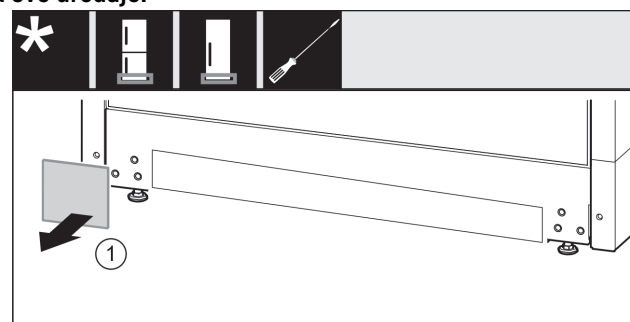

Fig. 42
- Skinite poklopac Fig. 42 (1).